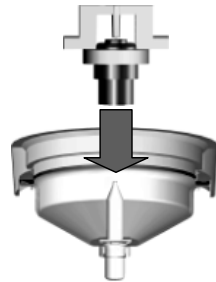

Bild 2
- Stecken Sie die Medikamentendüse auf die Luftdüse. Verwenden Sie für die kalte oder warme Tiefen-Inhalation – zur Behandlung der tieferen Atemwege - die weiße Medikamentendüse (9). Für die Feucht-Warm-Inhalation – zur Behandlung der oberen Atemwege – verwenden Sie die schwarze Medikamentendüse (10). *Bild 2*